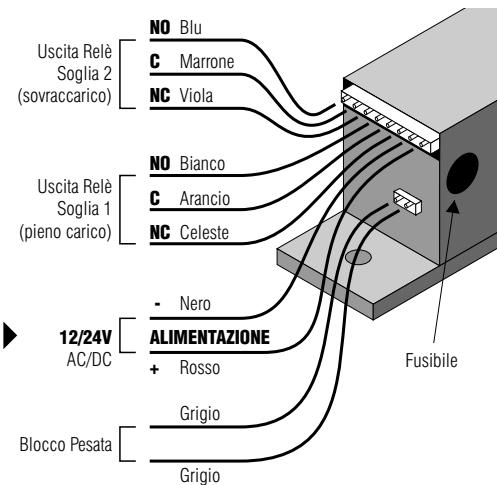

Fig. 8
1. Controllare che la sorgente di alimentazione corrisponda alle caratteristiche sopraindicate. Collegare quindi i cavi di alimentazione al "CONNETTORE PRINCIPALE" senza per ora inserire questo connettore nella presa del LLEC5 (Fig. 8).